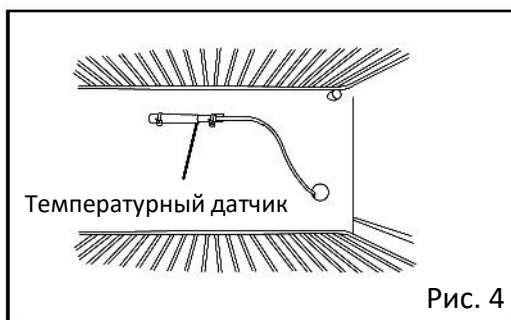

Рис. 4
5. С помощью монтажных винтов и нейлонового зажима зафиксируйте закрытый температурный датчик, как показано на рисунке (Рис. 4).
6. Проведите датчик регистратора в морозильную камеру через порт доступа (Рис. 4).